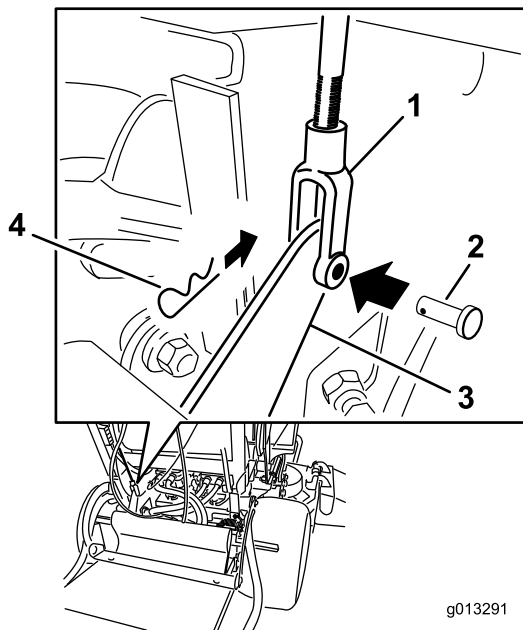

Figura 62
4. Para ajustar el freno, retire el pasador y la chaveta de la palanca de freno inferior y la horquilla (Figura 62).
7. Sujete la horquilla a la palanca de freno inferior con el pasador y la chaveta (Figura 62).